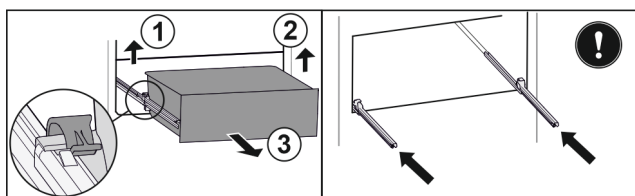

Fig. 92
- Sollevare il morsetto sinistro e allo stesso tempo tirare in avanti il cassetto sinistro. Fig. 92 (1)
- Sollevare il morsetto destro e allo stesso tempo tirare in avanti il cassetto destro. Fig. 92 (2)
- Rimuovere il cassetto tirandolo in avanti. Fig. 92 (3)